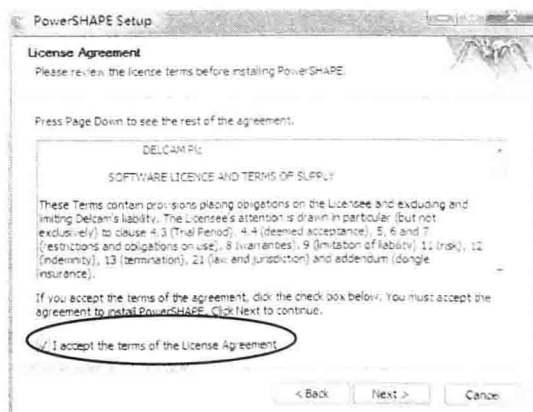

图 1-2 安装对话框 2
- (2) 根据计算机的设置选择软件的安装“位数”, 如计算机是 64 位的, 则选中《Install 64-bit software》选项, 接着单击 **Next >** 按钮, 在出现的新界面中选中《I accept the terms of the License Agreement》选项, 如图 1-2 所示。